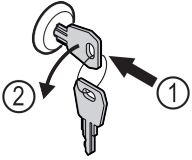

Fig. 207
- ▶ Вдавити ключ. Fig. 207 (1)
- ▶ Повернути ключ на 90° проти годинникової стрілки. Fig. 207 (2)